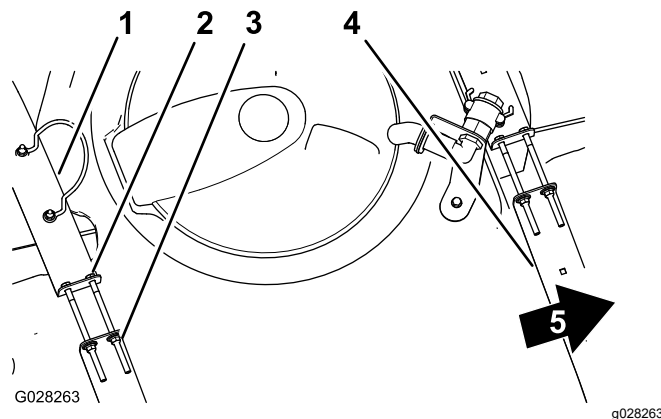

Figure 84
2. Vérifiez qu'il n'y a aucun jeu entre les sangles et la cuve (Figure 84).
3. Si les sangles de la cuve ne sont pas assez serrées, resserrez les contre-écrous à embase et les boulons en haut des sangles jusqu'à ce que ces dernières soient parfaitement en appui sur la surface de la cuve (Figure 84).